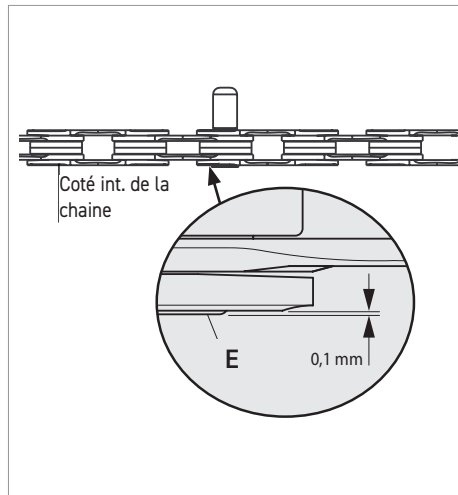

Fig.13
Afin de ne pas abîmer irrémédiablement la chaîne, NE VISSEZ PAS l'outil au-delà de la butée. Laissez la bague (E) dépasser de 0,1 mm sur le côté interne du maillon (Fig. 13).